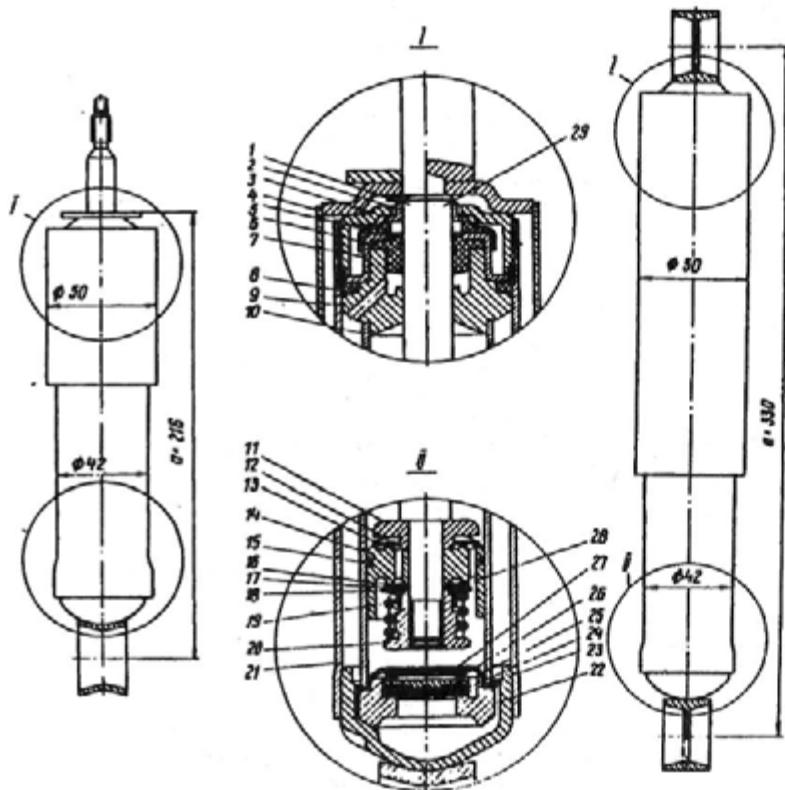
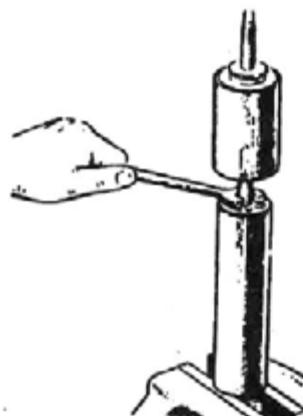
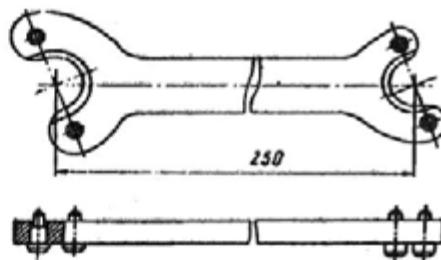

Рис. 198. Амортизаторы подвески (слева — амортизатор передней подвески, справа — амортизатор задней подвески):
Рис. 202. Установка амортизатора в тиски для разборки специальным ключом
Рис. 203. Ключ для отвертывания гайки резервуара амортизатора монтажный конец и с помощью торцового ключа отверните гайку 20 клапана отдачи (резьба правая).
Амортизатор состоит из резервуара 21 (рис. 198) рабочего цилиндра 10, внутри которого на штоке 1 или 29 соответственно для переднего и заднего амортизаторов размещен поршень 14 с клапаном отбоя и перепускным клапаном. Поршень имеет уплотнительное кольцо 15.
Попадание воздуха в рабочий цилиндр приводит к нарушению работы амортизатора, поэтому для облегчения выхода воздуха по зазору между штоком 1 (рис. 198) и направляющей 9 нижний торец последней имеет шаровую форму.
1. Установите амортизатор в тиски (рис. 202), выпустите за проушины шток поршня вверх и отверните ключом (рис. 203) гайку 3 (рис. 198) резервуара.